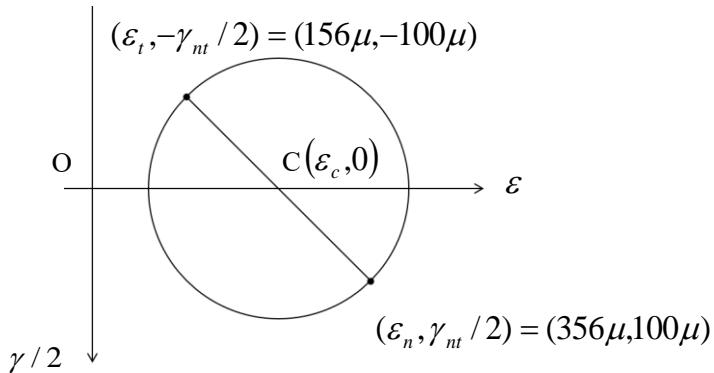

Fig.2 モールのひずみ円。
(1)より  $(\varepsilon_n, \gamma_{nt}/2) = (356\mu, 100\mu)$ ,  $(\varepsilon_t, -\gamma_{nt}/2) = (156\mu, -100\mu)$  をプロットしてモールのひずみ円を描くと図 2 のようになる。